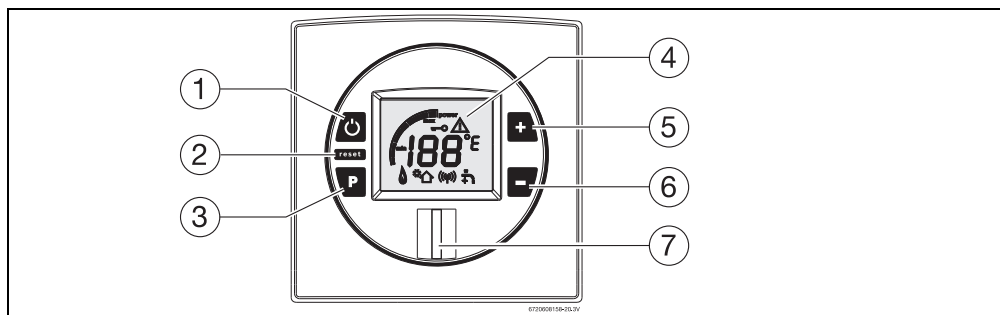

Fig. 5
Colocar el interruptor principal (Fig. 5 , pos. 1) en la posición de funcionamiento (capítulo capítulo 4.3), de este modo el aparato estará listo para ser colocado en marcha.
Interruptor principal en la posición OFF (Fig. 5, pos. 1).
- ▶ Pulsar y mantener pulsada la tecla de programación (Fig. 5, pos. 3), colocar el interruptor principal, (Fig. 5, pos. 1) en posición ON.
- ▶ Colocar el interruptor principal en la posición OFF (fig. 5, pos. 1).